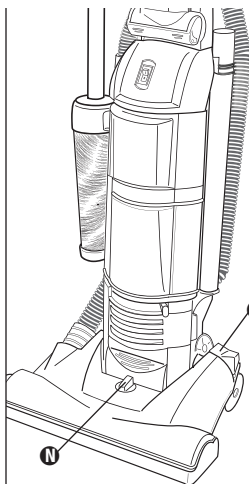
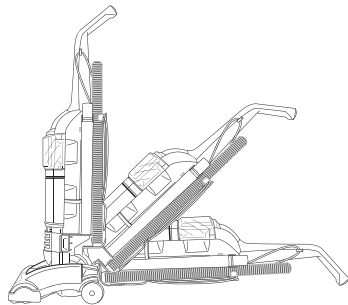

FIG. 8
FIG. 9
**Handle Release** **M** (FIG. 8). Step on handle release to pull handle back to a comfortable operating position. To lower handle completely to the floor (FIG. 9), depress handle release a second time.
**Cleaner Height Setting** **N**. An adjustment that raises or lowers the cleaner base to match the type of floor surface. With the cleaner cord unplugged, set the adjustment to lowest setting for maximum carpet cleaning. **If the cleaner is difficult to push, move adjustment to next highest setting until cleaner is comfortable to push.** The brushroll must reach the carpet for effective cleaning. For ease in moving the adjustment knob, place handle in operating position and tilt cleaner back to remove weight from front wheels (FIG. 8).
**Palanca para liberar el mango** **M** (FIG. 8). Pise la palanca para liberar el mango a fin de jalar el mango hacia atrás a una posición que le resulte cómoda. Para bajar el mango completamente hasta el suelo (FIG. 9), pise una vez más dicha palanca.
**Regulación de altura de la aspiradora** **N**. Un regulador que levanta o baja la base de la aspiradora para concordar con el tipo de superficie del piso. Teniendo desenchufado el cordón de la aspiradora, coloque el regulador en su posición más baja para obtener una limpieza máxima. **Si resulta difícil empujar la aspiradora, ponga el regulador en la posición siguiente hasta que le resulte cómodo empujar la aspiradora.** El cepillo circular debe tocar la alfombra para lograr una limpieza eficaz. Para facilitar mover la perilla reguladora, coloque el mango en la posición de operación e incline la aspiradora hacia atrás para quitar el peso de las ruedas delanteras (FIG. 8).